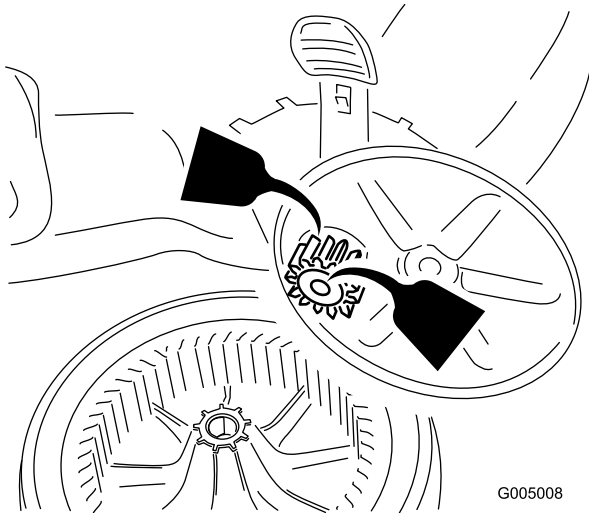

Figure 25
2. Appliquez une couche d'huile de graissage à l'intérieur et à l'extérieur des engrenages, de la manière indiquée (Figure 25).